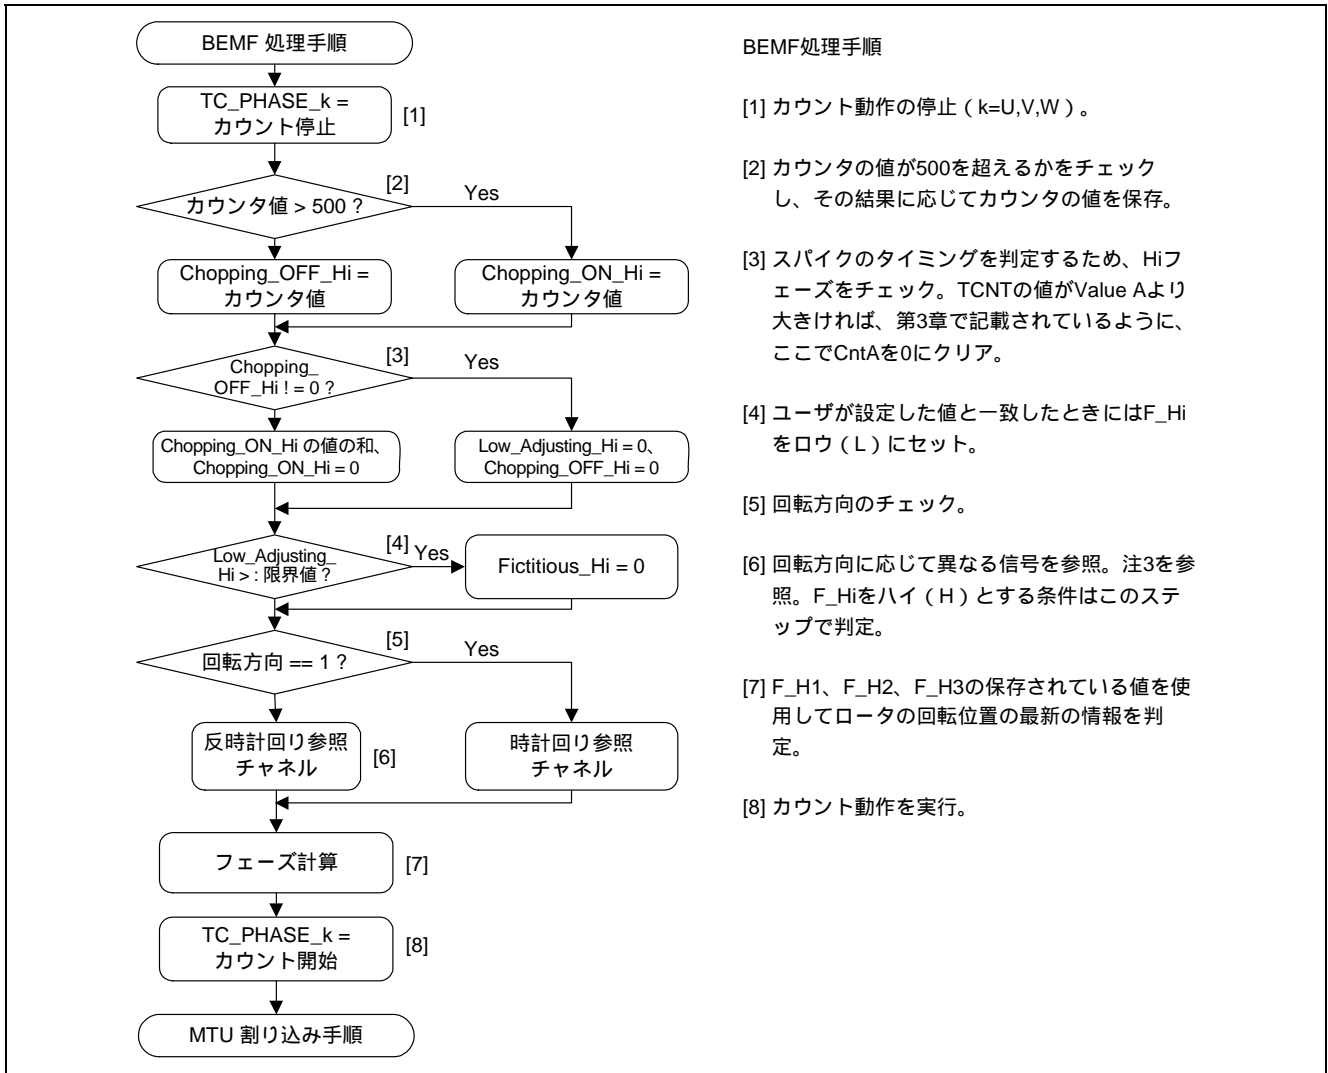

図 4-8 BEMF 処理手順
- [2] それぞれの値をarray_Hall=[5 4 6 2 3 1]のような定義された配列に格納し、BEMFの処理で判定。図4-8 [7]を参照。